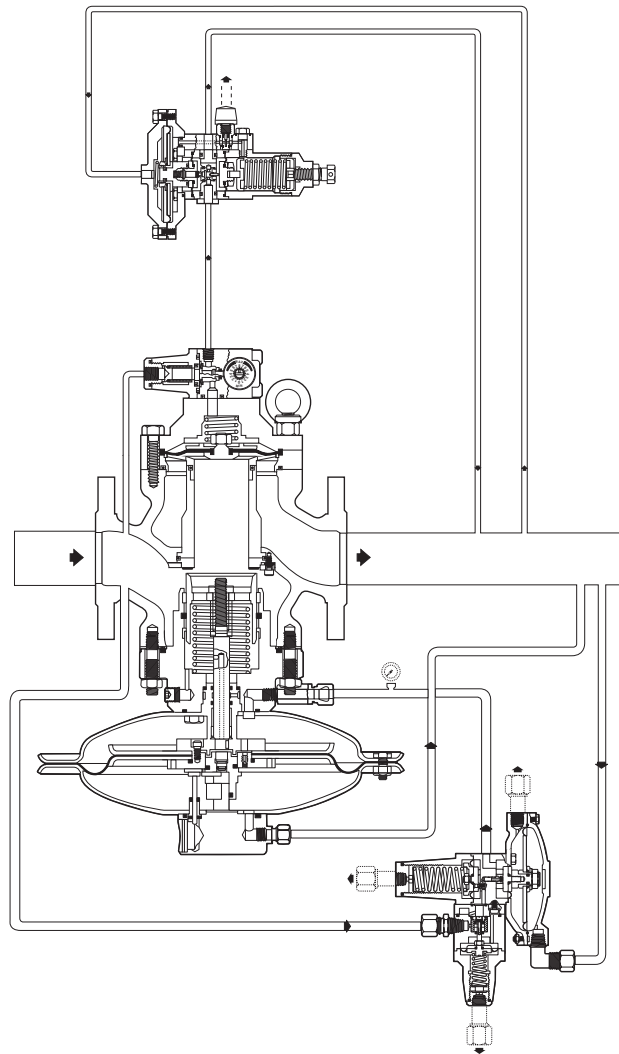

Fig. 11
Questo dispositivo di emergenza (fig. 11) è fissato direttamente al corpo del regolatore di servizio. In questo modo i due regolatori di pressione utilizzano lo stesso corpo valvola ma:
*This emergency device (fig. 11) is fixed directly on the body of the service regulator. In this way, the two pressure regulators use the same valve body but:*
Diese Sicherheitsvorrichtung (Abb. 11) ist direkt am Stellgliedgehäuse des Betriebsregelgerätes befestigt.
Ce dispositif de secours (Fig. 11) est fixé directement au corps du détendeur de service. De cette façon, les deux détendeurs de pression utilisent le même corps vanne, mais:
Este dispositivo monitor (fig. 11) se incorpora directamente al cuerpo del regulador de servicio. De esta manera los dos reguladores de presión utilizan el mismo cuerpo, pero:
Este dispositivo de segurança (fig. 11) é incorporado directamente no corpo do regulador de serviço. Deste modo os dois reguladores de pressão utilizam o mesmo corpo, mas: